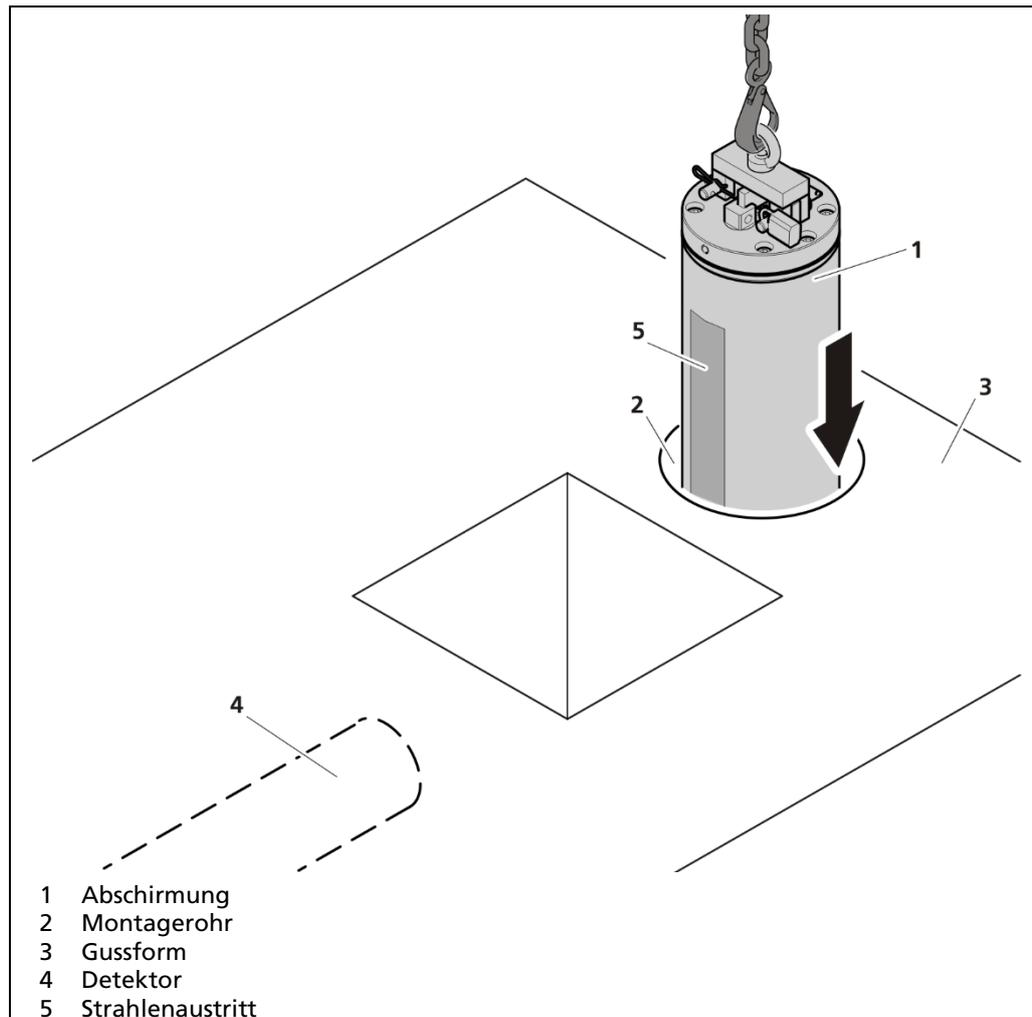

Abb. 6 Montage einer Arbeitsabschirmung
6. Richten Sie die Arbeitsabschirmung mit dem Strahlenaustritt (Abb. 6, Pos.5) in Richtung Detektor (Abb. 6, Pos.4) aus.
7. Senken Sie die Arbeitsabschirmung langsam in das kokillenseitige Montagerohr (Abb. 6, Pos.2) ab.